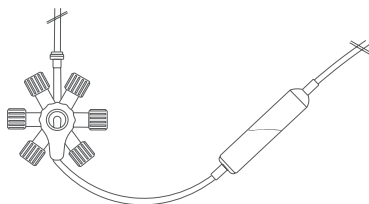

Fig 1. Aerisirea camerei de picurare
5. Verificați dacă robinetul RondelO (7) este în poziția de curgere.
6. Închideți prestubul (9) RondelO Primary IV-set.
10. Țineți camera de picurare (8) înclinată cu susul în jos și poziționați-o la același nivel cu RondelO, deschideți prestubul (9) a IV-set și umpleți camera de picurare ca în (Fig. 1).